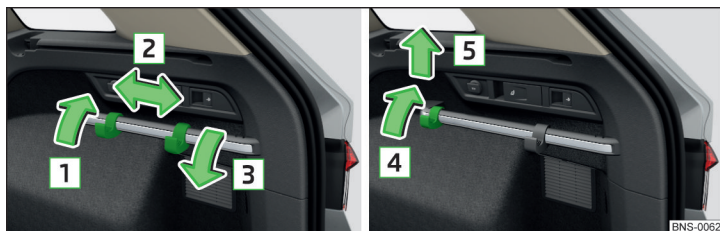

Fig. 144 Faire coulisser les crochets sur la baguette de fixation / démonter les crochets
- Appuyez sur le crochet vers le haut dans le sens de la flèche **1** et poussez en même temps dans la position souhaitée dans le sens de la flèche **2** » fig. 144.
- Relevez le crochet vers le haut dans le sens de la flèche **4** jusqu'à ce qu'il se détache et retirez-le dans le sens de la flèche **5** » fig. 144.
- Appliquez le crochet sur la barre de fixation dans le sens inverse de la flèche **5** et appuyez légèrement dessus » fig. 144.